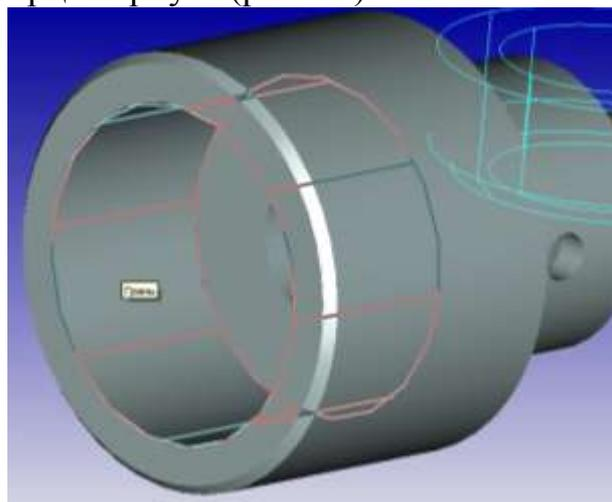

Рис. 19. Создание целевой системы координат
17. Выполните команду **Создать заново целевую систему координат** () . Началом координат новой системы задайте с помощью команды **Выбрать поверхность вращения** () центр торца корпуса (рис. 19).